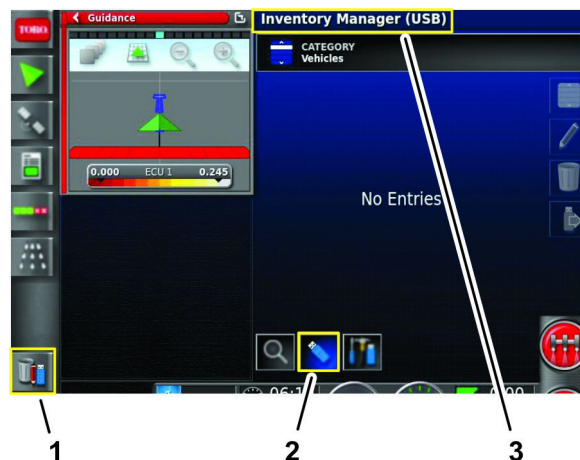

図 87
3. インベントリ管理アイコンを押す 図 87。
4. 画面上部のタイトルが インベントリマネージャー (USB) の状態で、ビュー切り替えアイコンを押す 図 87。